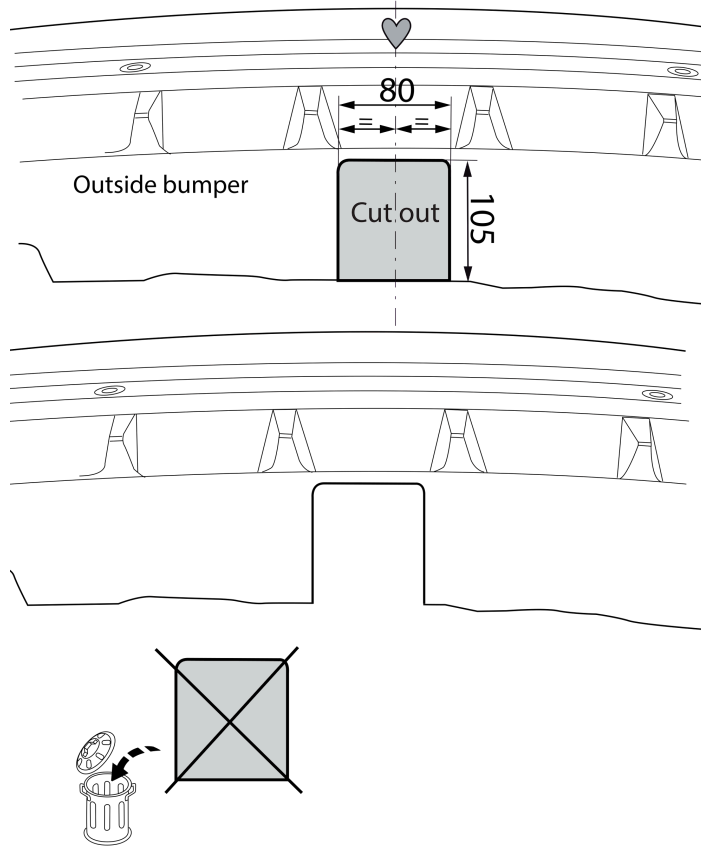

Fig. 3
7. Отпилить обозначенную часть, как указано на рис. 3.